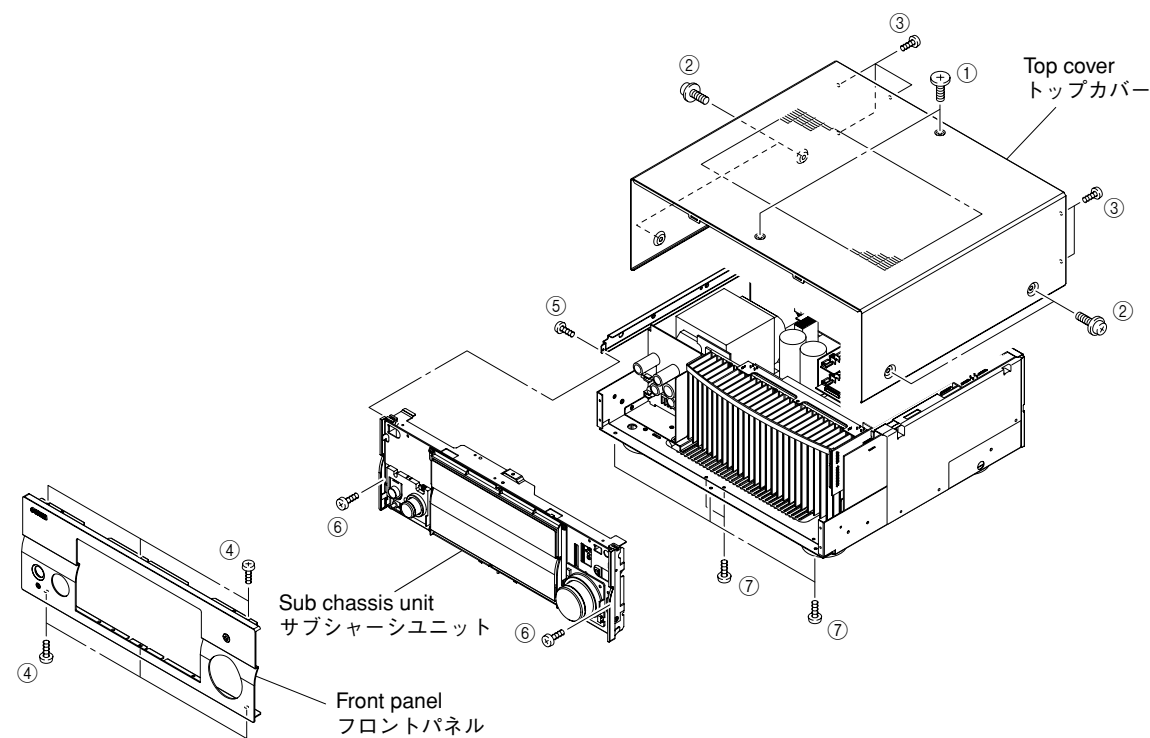

Fig. 1
- a. Remove 2 screws (①), 4 screws (②) and 5 screws (③). (Fig. 1)
- b. Slide the top cover rearward to remove it. (Fig. 1)
- a. ①のネジ2本、②のネジ4本、③のネジ5本を外します。(Fig. 1)
- b. トップカバーを後方へスライドさせ、取り外します。(Fig. 1)
Remove 6 screws (④) and then remove the front panel forward. (Fig. 1)
④のネジ6本を外し、フロントパネルを前方に外します。(Fig. 1)
- a. Remove screw (⑤), 2 screws (⑥) and 5 screws (⑦). (Fig. 1)
- c. Remove the sub chassis unit forward. (Fig. 1)
- a. ⑤のネジ1本、⑥のネジ2本、⑦のネジ5本を外します。(Fig. 1)
- c. サブシャーシユニットを前方に取り外します。(Fig. 1)